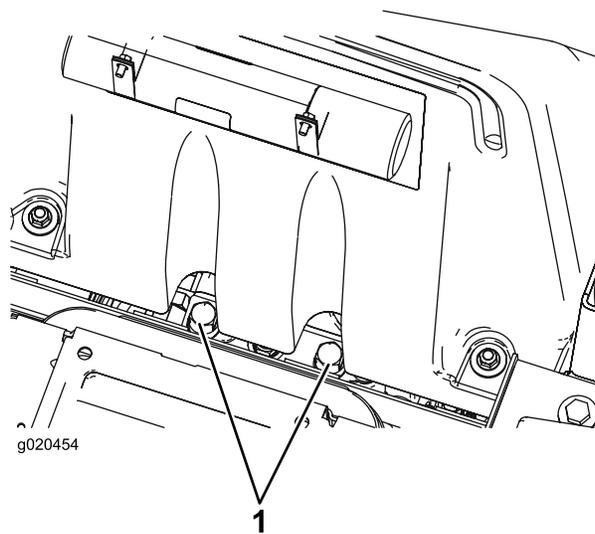

Figura 55
1. Levante el asiento. Las válvulas de desvío están situadas debajo de la parte delantera del depósito de combustible (Figura 55).